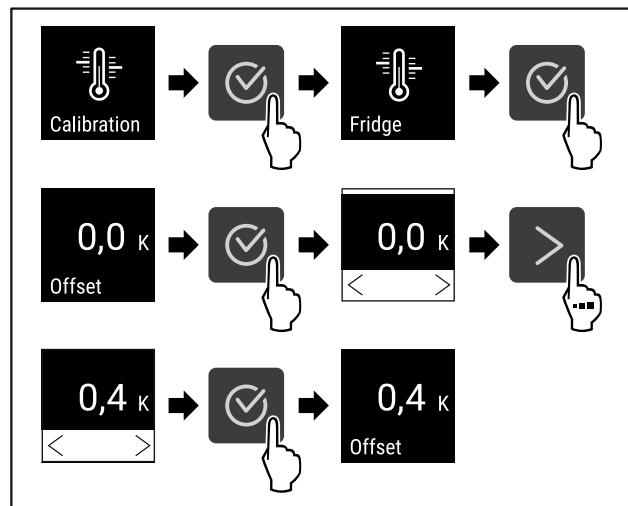

Fig. 111
- Провести етапи операцій (див. Fig. 111).